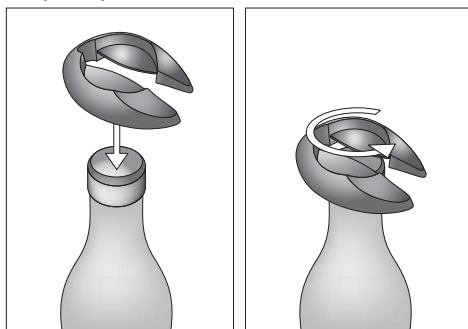

Figura 2
- 1) Per tagliare la capsula che avvolge il tappo della bottiglia, utilizzare il tagliacapsule ❹: collocare il tagliacapsule ❹ come mostrato nella figura 2 sulla bottiglia di vino chiusa.